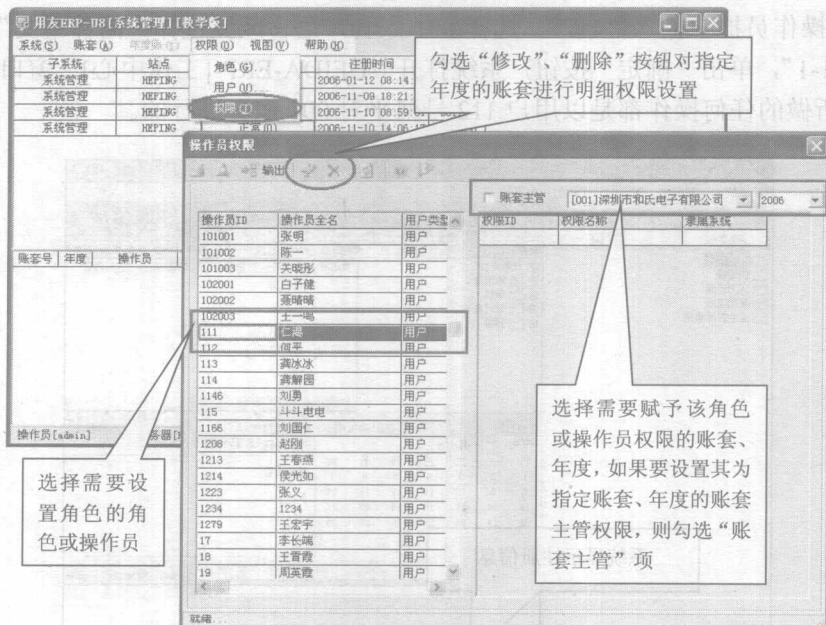

图 1-12
(1) 在系统管理中，选择“权限\权限”命令，系统弹出“操作员权限”窗口，在此可以查询到角色或用户针对于不同套账不同年度所拥有的权限（如操作员 112 号何平，享有[001]深圳和氏电子有限公司 2006 年度的账套主管权限），如图 1-12 所示。